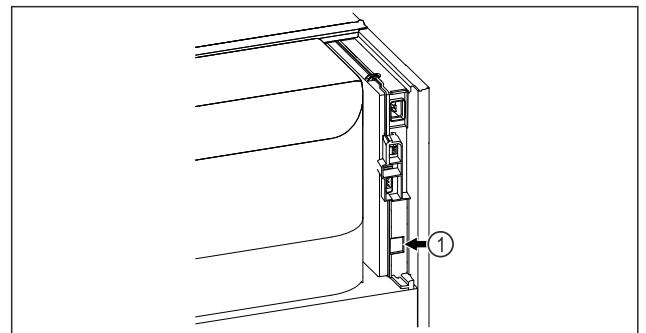

Fig. 85
- Използва се SmartModule Fig. 85 (1).